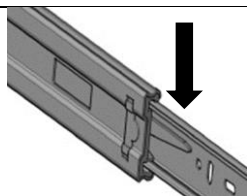

Рис. 23
5.6.1. Разъединить направляющую шариковую с ПДК.04.010. Лотка (поз.8), нажав на пластиковую защёлку (см. рис. 23).
Установить и закрепить наружную часть шариковой направляющей в технологические отверстия кронштейна направляющей СУТ.42.003 (поз.9) при помощи саморезов с потайной головкой 4x20 мм (поз.13, пакет № 227), согласно рис.23а.
Рис.23а